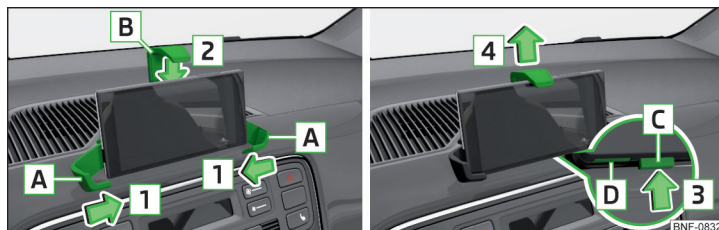

Fig. 77 Introducerea / scoaterea telefonului
- Introduceți telefonul între brațele **A**, deplasați-le în direcția săgeților **1**, fixând astfel telefonul » fig. 77.
- Apăsați tasta **C** în sensul săgeții **3**, brațul **B** se deplasează în poziția inițială în sensul săgeții **4** » fig. 77.